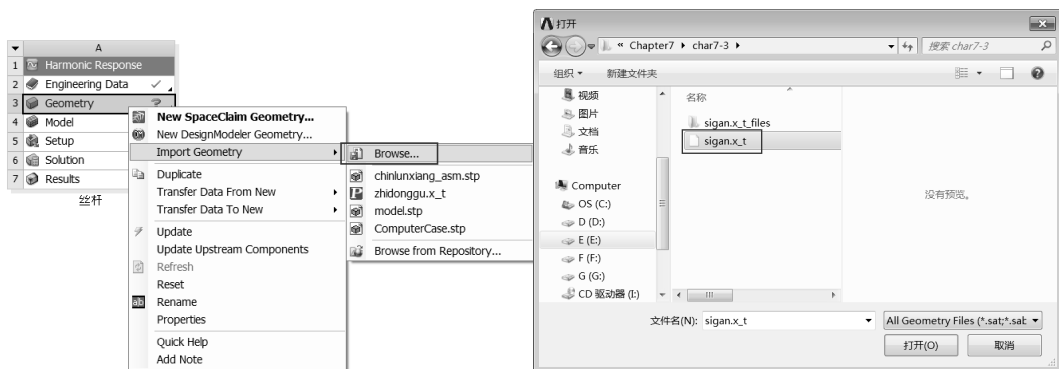

图 7-62 导入模型图
Step8 :在 A3 栏的 Geometry 上右击,在弹出的快捷菜单中选择 Import Geometry Browse 命令,在弹出的对话框中选择需要导入的模型 sigan.x_t,如图 7-62 所示。这时可以发现拉杆模态分析项目中的 Model(A3)后面的 变成了 ,说明丝杆模型数据已经传入到谐响应分析项目中。